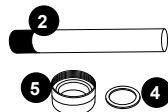

FIGURE 7
- Retirer l'écrou à compression (5) en le tournant dans le sens contraire des aiguilles d'une montre (Figure 5). Au besoin, utiliser une pince multiprise à crémaillère (Figure 6). Vous remarquerez une rondelle de compression en acier inoxydable (4) qui glisse sur le tube de quartz; il faut conserver cette rondelle (4) pour la réutiliser plus tard (Figure 7).